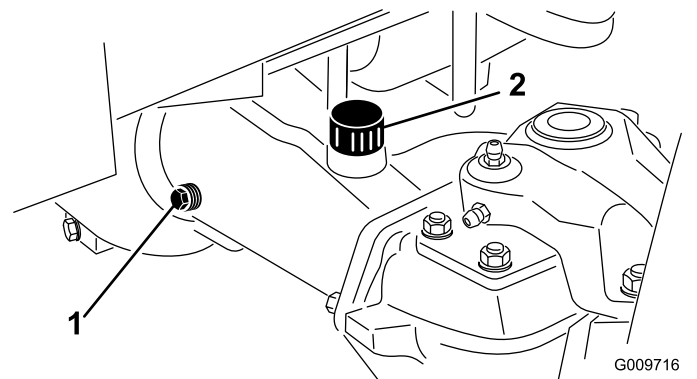

Figura 93
2. Retire un tapón de verificación de un extremo del eje (Figura 93) y asegúrese de que el aceite llega al borde inferior del orificio. Si el nivel es bajo, retire el tapón de llenado (Figura 93) y añada suficiente aceite para que el nivel llegue al borde inferior de los orificios de los tapones de verificación.